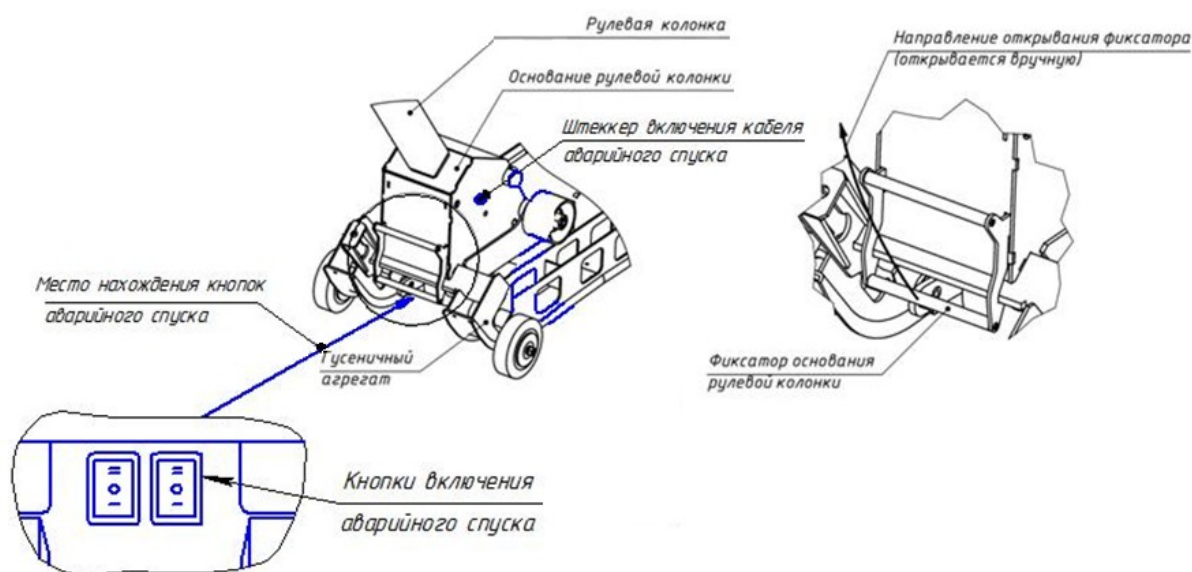

Рис. 18. Фиксирование основания рулевой колонки
- произвести освобождение от защелок рукой или носком ботинка поднятием защелок вверх (Рис.18);
- приложив небольшое усилие, отвести рулевую колонку движением на себя вниз, до зацепления рулевой колонки защелками (Рис.18);
- наклонить рулевую колонку (штурвал) вперед, предварительно освободив её от защелок, фиксирующих её относительно агрегата (Рис.18);